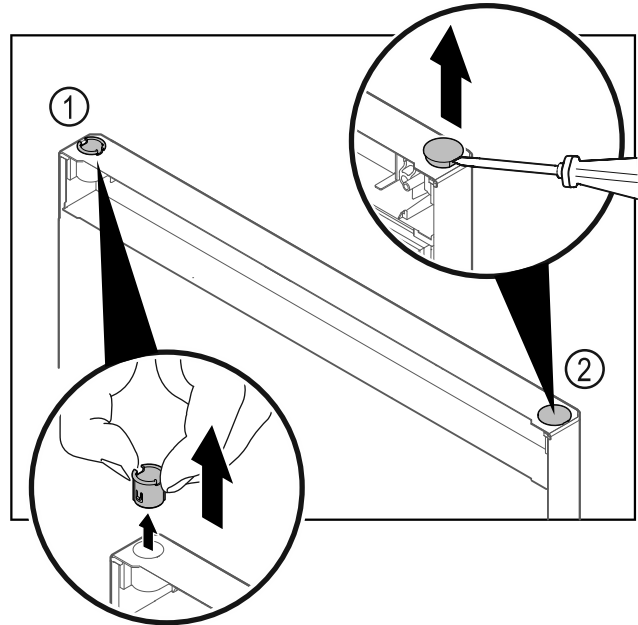

Fig. 11
- ▶ Τραβήξτε έξω την υποδοχή μεντεσέ Fig. 11 (1) με τα δάχτυλα.
- ▶ Ανασηκώστε προσεκτικά την τάπα Fig. 11 (2) με ένα ίσιο κατσαβίδι και τραβήξτε την έξω.